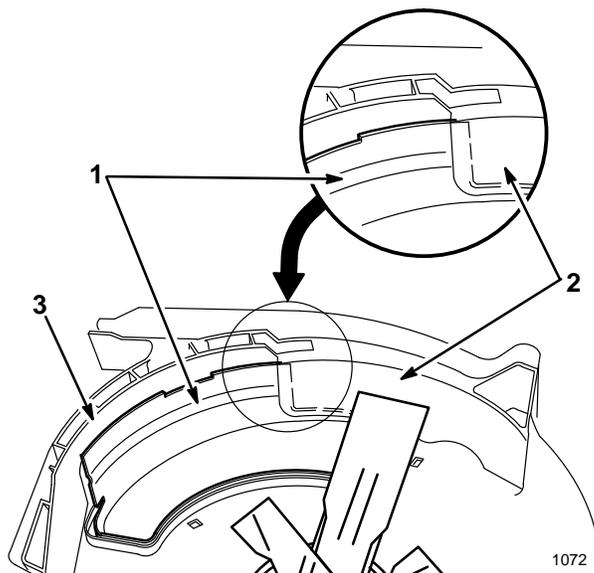

Figure 36
- 8. Contrôler la distance entre les bouts de la lame et la garde de l'éjecteur pour s'assurer que la lame ne touche pas la garde (Fig. 36).
Remarque : La garde de l'éjecteur doit se placer derrière la garde avant du plateau et entre la lame et le protège-pied, pour éviter tout contact avec la lame (Fig. 36).
9. Contrôler la distance entre les bouts de la lame et la garde de l'éjecteur pour s'assurer que la lame ne touche pas la garde (Fig. 36).